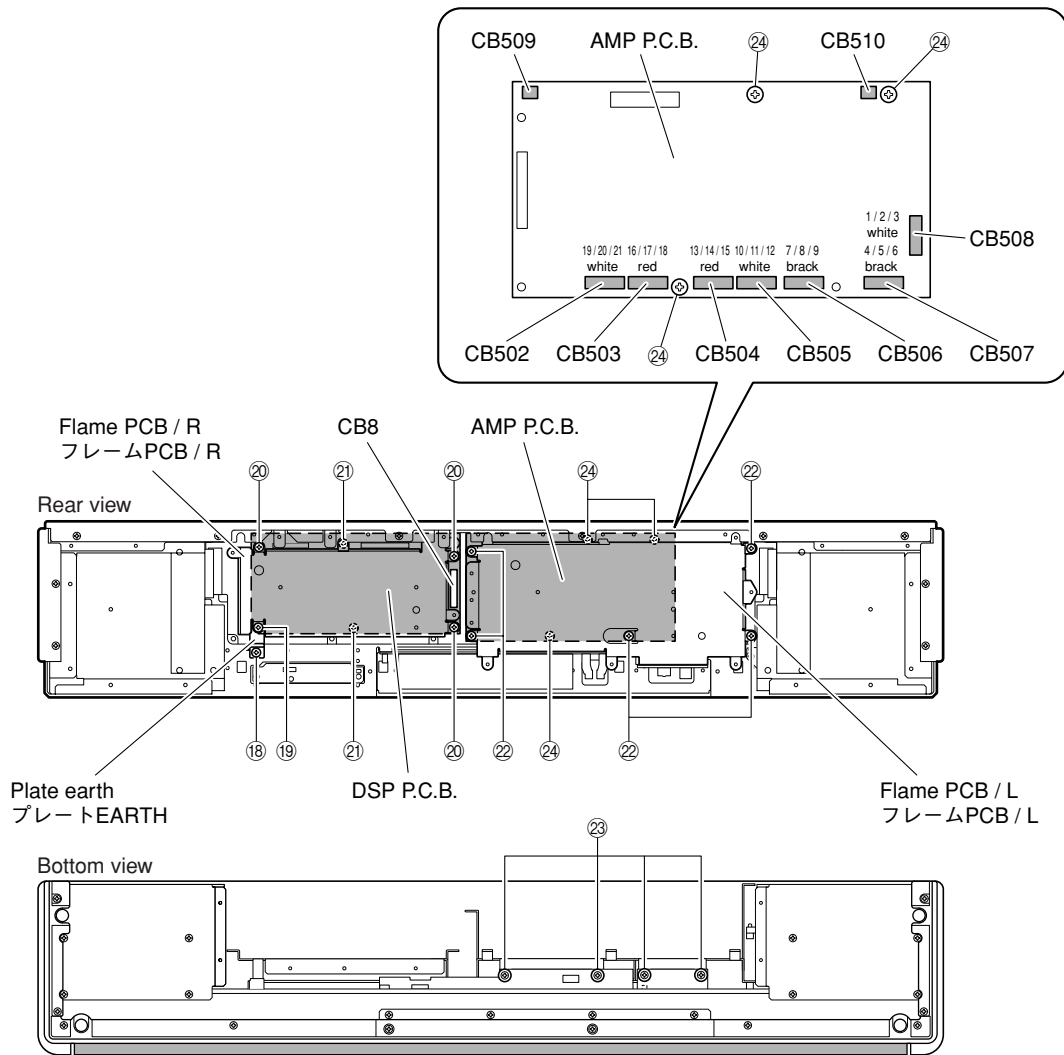

Fig. 7
- a. Remove screw (18), screw (19) and then remove plate earth. (Fig. 7)
- b. Remove 3 screws (20) and then remove flame PCB/R. (Fig. 7)
- c. Remove 2 screws (21). (Fig. 7)
- d. Remove CB8. (Fig. 7)
- e. Remove DSP P.C.B.. (Fig.7)
- a. Remove 5 screws (22), 4 screws (23) and then remove flame PCB/L. (Fig. 7)
- b. Remove 3 screws (24). (Fig. 7)
- c. Remove CB502-510. (Fig. 7)
- d. Remove AMP P.C.B.. (Fig. 7)
- a. 18のネジ1本、19のネジ1本を外し、プレートEARTHを取り外します。(Fig. 7)
- b. 20のネジ3本を外し、フレームPCB/Rを取り外します。(Fig. 7)
- c. 21のネジ2本を外します。(Fig. 7)
- d. CB8を外します。(Fig. 7)
- e. DSP P.C.B.を取り外します。(Fig. 7)
- a. 22のネジ5本、23のネジ4本を外し、フレームPCB/Lを取り外します。(Fig. 7)
- b. 24のネジ3本を外します。(Fig. 7)
- c. CB502-510を外します。(Fig. 7)
- d. AMP P.C.B.を取り外します。(Fig. 7)